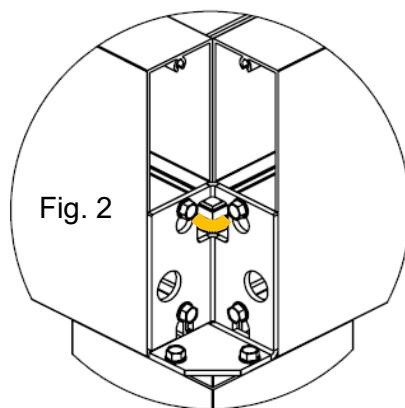

Fig. 2
- 7 – Connecter le récepteur radio au bornier Eclairage du boîtier de raccordement (fig. 2).
Un passage est prévu dans les jonctions d'angle pour faire passer le bandeau (Fig. 2).
- 6 – Connecter le récepteur radio au bornier Eclairage du boîtier de raccordement (fig. 2).
- 2 - Dévisser l'écrou sur l'embout de lame puis retirer la rondelle et les 2 entretoises (fig. 2).